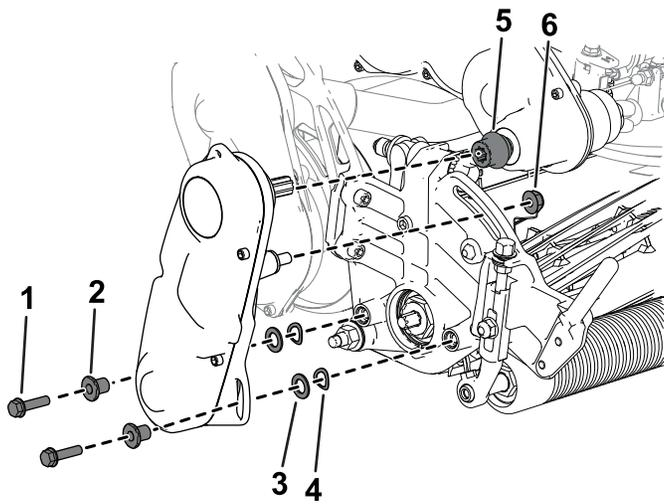

図 48
3. カuttingユニットからリール駆動アセンブリを外す 図 48 金具類は捨てないこと。